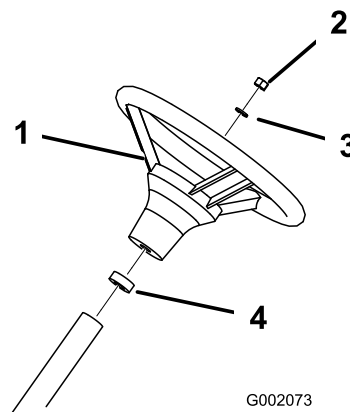

Figura 4
3. Fixe o volante ao eixo, utilizando a porca (Figura 4). Aperte a porca com uma força de 24-29 Nm.